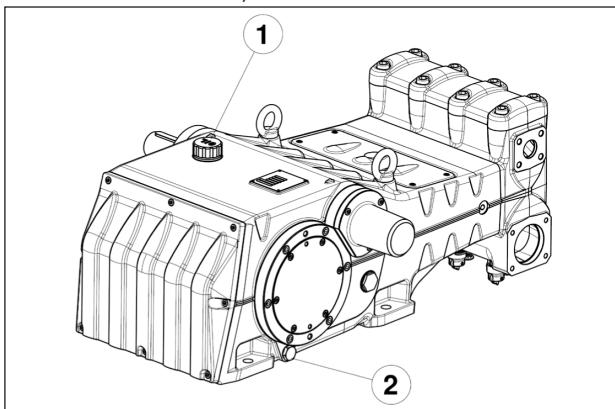

Abb. 1
Vor den Reparaturarbeiten an der Mechanik muss zunächst das Öl aus dem Kurbelgehäuse abgelassen werden. Zum Ablassen des Öls müssen entfernt werden: der Öleinfüllverschluss Pos. ①, Abb. 1 und anschließend der Ablassverschluss Pos. ②, Abb. 1.